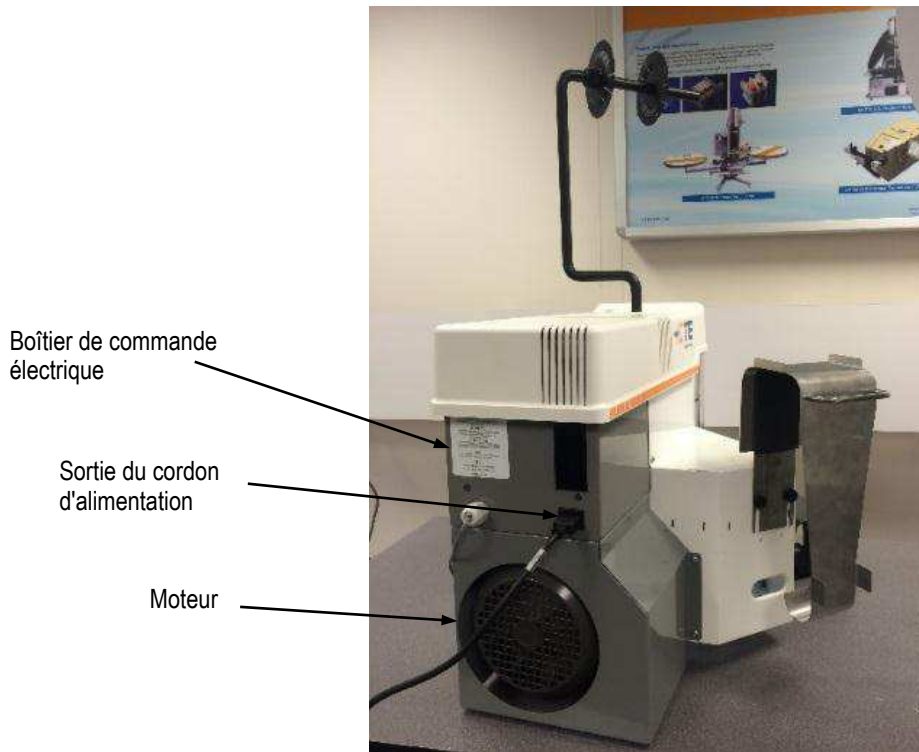
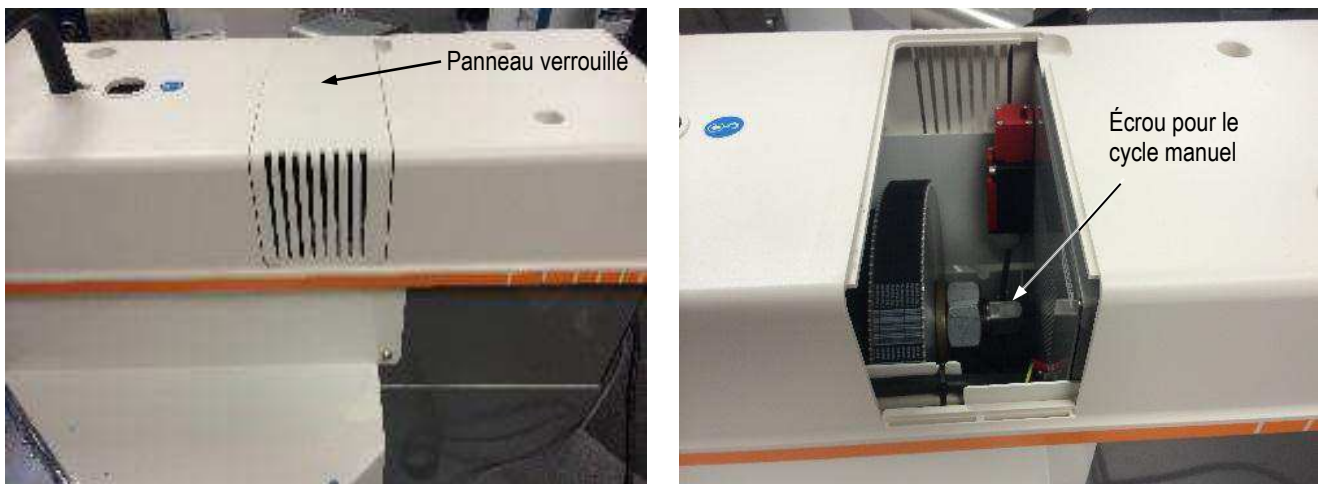

Figure 7
Figure 8
1. Le **groupe moteur** comprend un moteur CA qui actionne un vilebrequin. Voir Figure 7 et Figure 8. Le moteur est activé à chaque cycle et fait faire un tour complet au vilebrequin. Un écrou sur le vilebrequin permet au moteur et au vilebrequin d'être actionnés manuellement. L'écrou est accessible via un panneau verrouillé sur le capot supérieur.